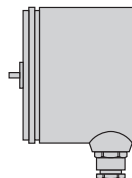

Fig. 1
**Convertisseur de mesure** (Fig. 1)